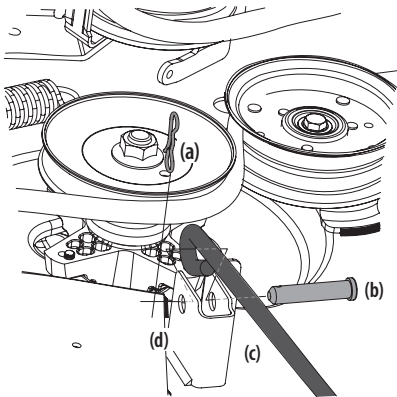

Figure 44
- b. Retirez la troisième goupille papillon (a) de l'axe de chape (b) qui fixe la tige de commande du plateau avant (c) au support de levage du plateau avant (d). Retirez l'axe de chape (b). Consultez la Figure 44.